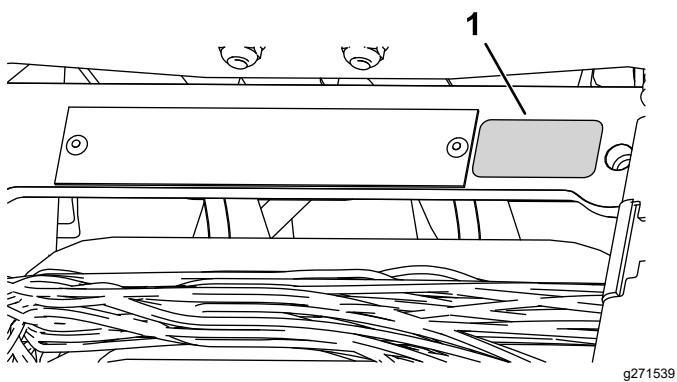

Figura 10
- Applicate l'adesivo dell'anno di produzione accanto alla piastra del numero di serie (Figura 10).